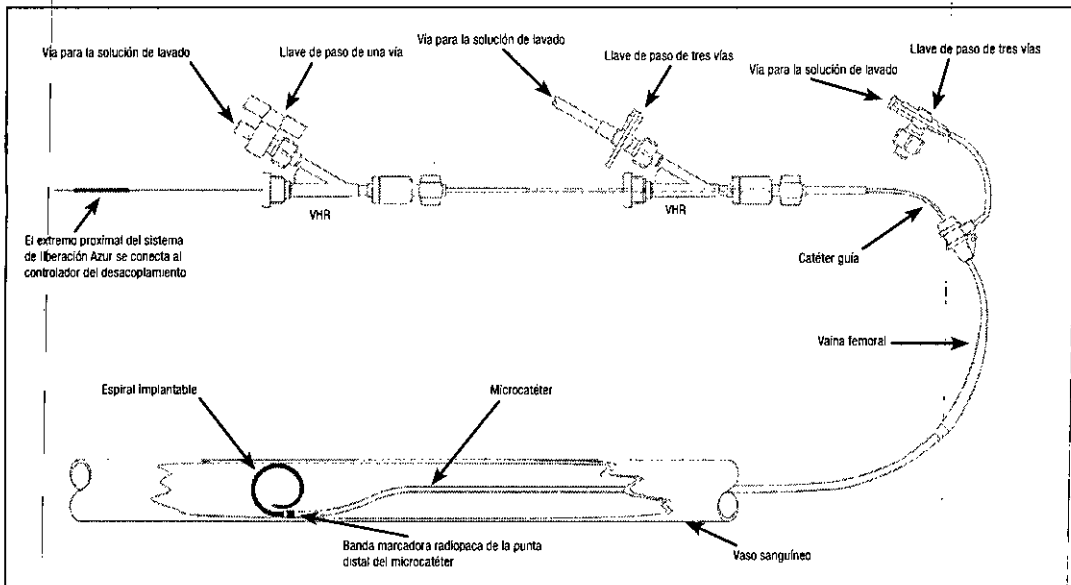

Figura 1 - Diagrama de preparación del sistema Azul
1. Consulte el diagrama de preparación en la figura 1.
5. Acceda al vaso con un catéter guía siguiendo los procedimientos de intervención habituales. El catéter guía debe tener un diámetro interior (DI) lo suficientemente grande para permitir la inyección de contraste mientras está colocado el microcatéter. Esto permitirá realizar la cartografía fluoroscópica del trayecto durante el procedimiento.